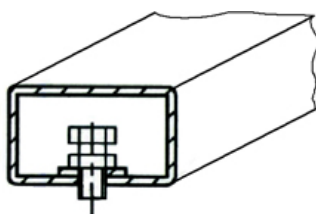

Рисунок 4.2
① После транспортирования или хранения станка при температуре воздуха ниже +5 °С, необходимо перед распаковкой выдержать станок при температуре (25±10) °С в течение не менее 4 часов.
4.2.2 Установить станок на ровное жесткое основание, допустимое отклонение основания от горизонтали – 0.5° (8 мм на 1 метр), так, чтобы все опоры станка касались основания. Это обеспечивается при помощи 2-х регулируемых опор (рисунок 4.2).